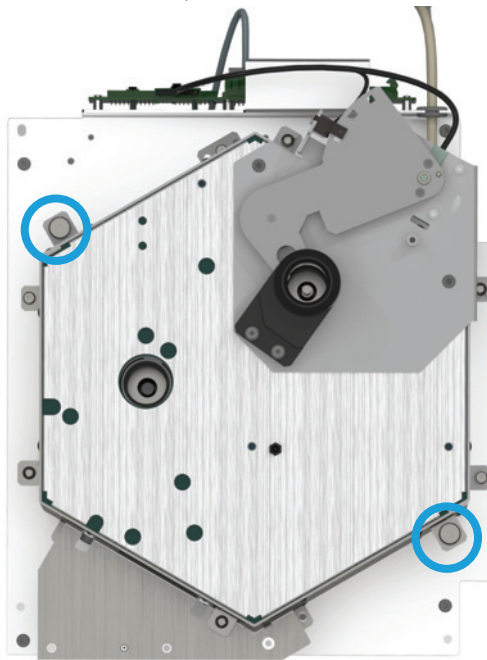

Figura 13. Allentare le viti del gruppo forno superiore
- b Allentare completamente le due viti torsiometriche T-20 di tenuta(Figura 13).